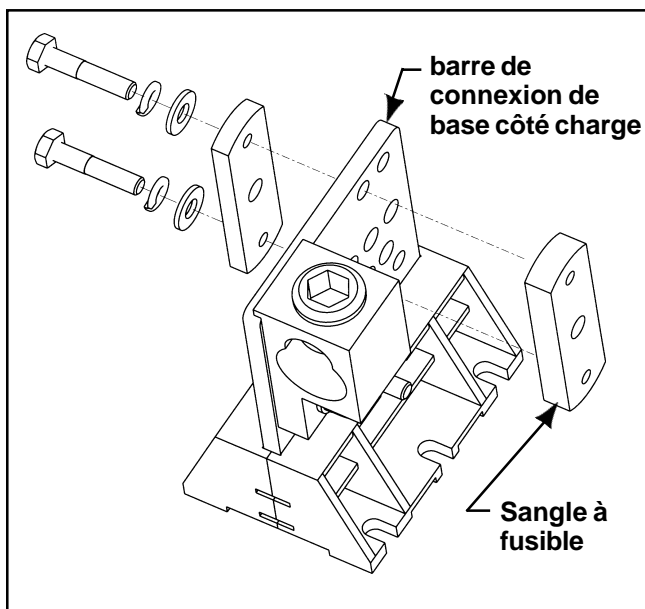

Fig. 1
3. Enlever les vis de douille de fusible de la base côté charge et la sangle de fusible (fig. 1).